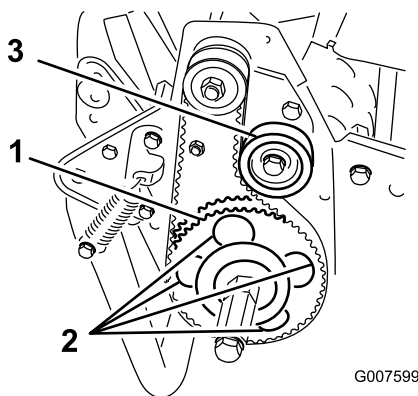

図 45
7. 受動プーリを回して、4つの穴をローラベアリングのフランジねじに整列させる 図 45。
11. ベルトの張りを調整し、アイドラプーリねじを締める 図 45。